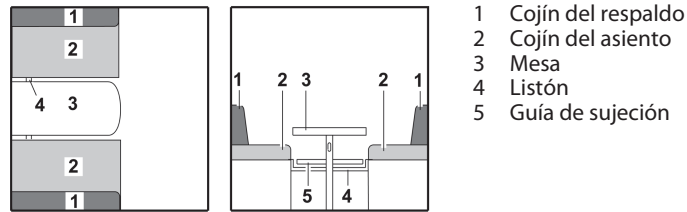

Fig. 66 Antes de la transformación
- Transformar la mesa (Fig. 66,3) en base de cama (véase apartado 7.7).
- Meter el listón (Fig. 66,4) o tirarlo hacia el centro. El listón está en la posición correcta si apoya el tablero de mesa directamente debajo de la pata de mesa.